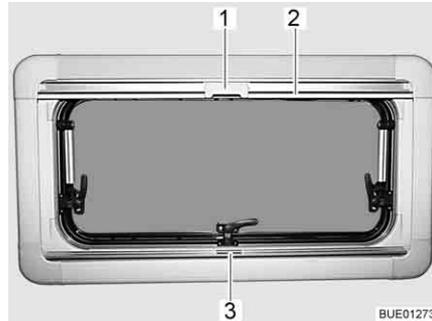

Fig. 85 Finestra apribile
- Afferrare la tendina oscurante pieghevole per la parte centrale della barra di presa (Fig. 85,3), tirarla dal basso verso l'alto e rilasciarla nella posizione desiderata. La tendina oscurante pieghevole rimane in questa posizione.
- Tirare la zanzariera a rullo accompagnandola con la barra di presa (Fig. 85,2) verso il basso, fino a quando la barra di presa non arriva a contatto con la tendina oscurante pieghevole (Fig. 85,3).
- Bloccare l'aggancio (Fig. 85,1) della zanzariera a rullo nella barra di presa della tendina oscurante pieghevole.
- Premere in alto all'indietro l'aggancio (Fig. 85,1) sulla zanzariera a rullo.
- Ricondurre lentamente la zanzariera a rullo accompagnandola con la barra di presa (Fig. 85,2).